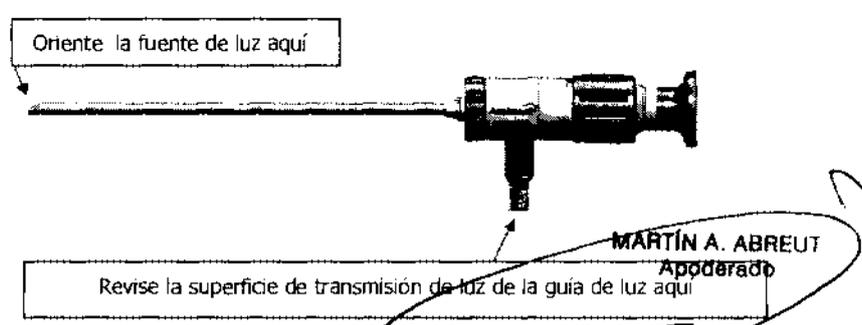

Figura 2. Método para revisar la transmisión de la luz
- 5) Revise la transmisión de la luz orientando la ventana distal del Acclarent Cyclops hacia una fuente de luz y revisando la superficie de transmisión de la luz del conector de la guía de luz (ver figura 2). Si las fibras de vidrio se encuentran rotas, la superficie de transmisión de la luz de la guía de luz iluminará de forma desequilibrada. La rotura de las fibras de vidrio individuales no necesariamente disminuye la calidad de la imagen. Sin embargo, si aproximadamente el 25% de la superficie de transmisión de la guía de luz produce iluminación desequilibrada, no debe utilizar el endoscopio y debe enviarlo para su reparación o desecharlo.